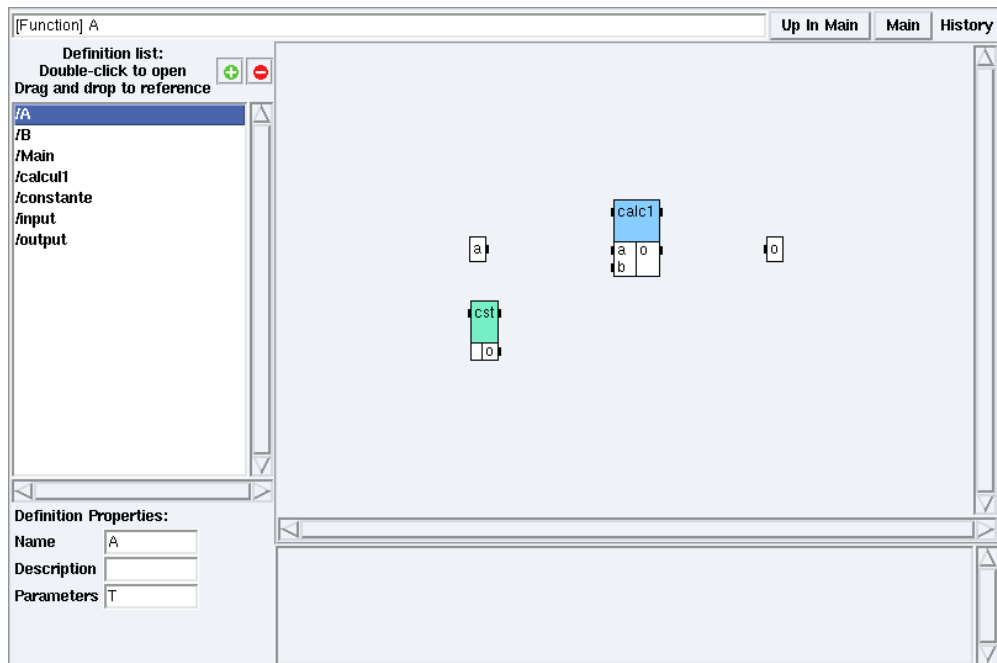

Figure 2.1: **Parameters**
- add a parameter name (*cf.* figure 2.1): Field **Parameters** → `T`.